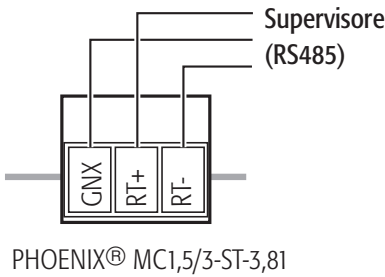

Fig. 3.22
- Comunicazione: Collegare gli estremi GNX, RT+ e RT- ai corrispondenti estremi dell'interfaccia seriale RS485 scelta per la connessione sul controllore pCO (vedere man. pCO sistema - Fig. 3.22).